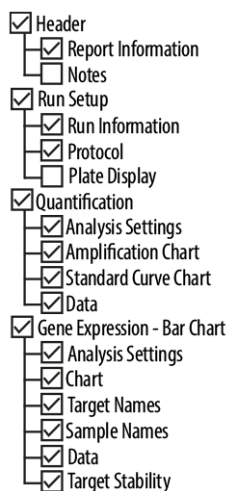

Figure 13: Boîte de dialogue Report (Rapport)
5. Assurez-vous que les éléments suivants situés en haut à gauche de la boîte de dialogue Report (Rapport) sont sélectionnés pour la génération du rapport (voir la figure 13) :